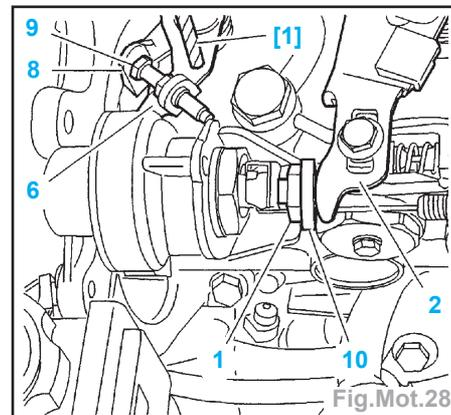

Fig.Mot.28
- Placer une cale de 3 mm (10) entre le levier de charge (2) et la butée anticalage (1) (Fig.Mot.28).